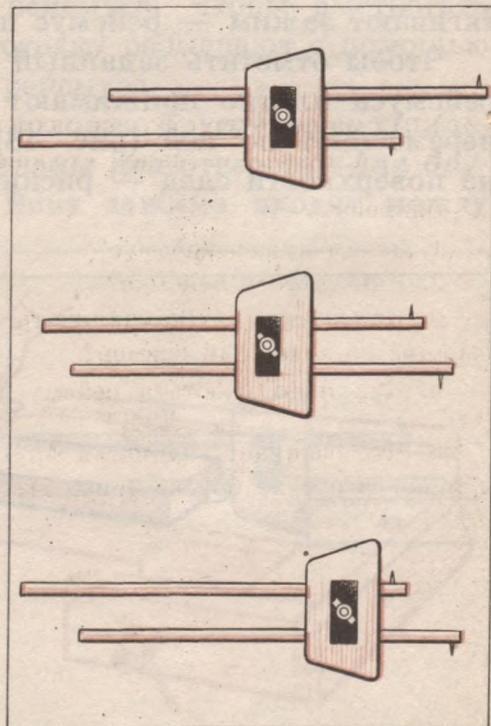

Рис. 50. Измерьте, на какой размер установлен рейсмус.
3. Измерьте и запишите, на какой размер установлен рейсмус (рис. 50).